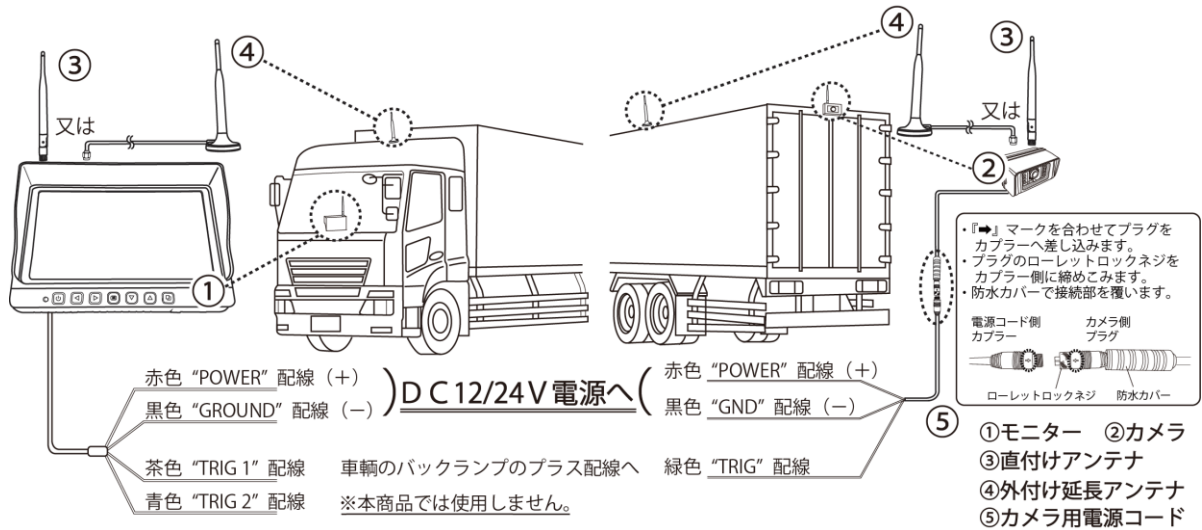

図1
※図1を参考に、本商品を車両に接続してください。
- ⑤モニターを任意の角度に調整し、③で取り付けしたノブ付ボルト、Sワッシャ、ワッシャ×4セットを本締めしてください。
- ⑥モニター電源コードの赤色“POWER”配線をDC12/24V車輛の陽極(+)側へ、黒色“GROUND”配線を陰極(-)側に、必ず絶縁処理を施して確実に接続してください(図1参考)。
- ⑦モニター電源コードの茶色“TRIG1”配線を車輛のバックランプのプラス配線へ確実に接続してください(図1参考)。
- ②カメラコードを①で開けた穴に通して、カメラコードのプラグとカメラ用電源コードのカプラーの『→』マークを合わせて、奥まで確実に差し込んでください。そして、**カメラコードのプラグのローレットロックネジを時計回転方向に回して確実に締め込んでください。締め込み確認後、防水カバーで接続部を覆ってください**(図1参考)。
- ⑥カメラを任意の角度に調整してから、⑤で取り付けした六角穴付きボルト(Sワッシャ、ワッシャ付)×4セットを本締めしてください。
- ⑦カメラ用電源コードの赤色“POWER”配線をDC12/24V車輛の陽極(+)側へ、黒色“GND”配線を陰極(-)側に、必ず絶縁処理を施して確実に接続してください(図1参考)。
- ⑧カメラ用電源コードの緑色“TRIG”配線を車輛のバックランプのプラス配線へ確実に接続してください(図1参考)。